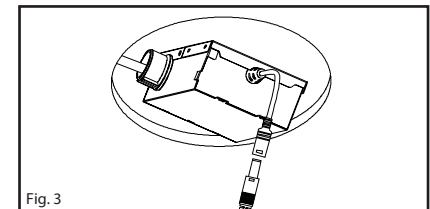

Fig. 3
5. Place junction box into the ceiling through cut-out. (Fig. 3)
5. Placez la boîte de jonction dans le plafond à travers la découpe. (Fig. 3)